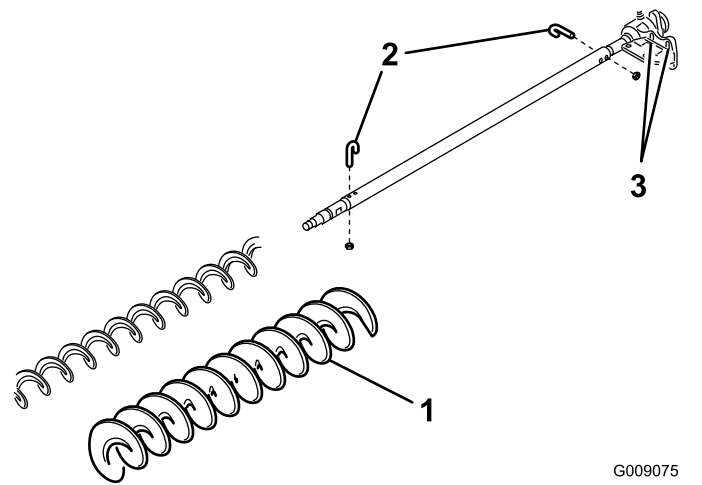

Figura 38
3. Retire los 2 pernos en J y tuercas (Figura 38).
4. Retire el cepillo existente del eje del cepillo (Figura 38).
5. Afloje los 2 pernos, arandelas y tuercas que sujetan el alojamiento del cojinete del motor al soporte de montaje del alojamiento del cojinete (Figura 38).
6. Deslice el cepillo de altura de corte alta o el cepillo de servicio pesado sobre el eje del cepillo (Figura 38).
7. Sujete el cepillo en el eje con los 2 pernos en J y tuercas que se retiraron anteriormente (Figura 38).